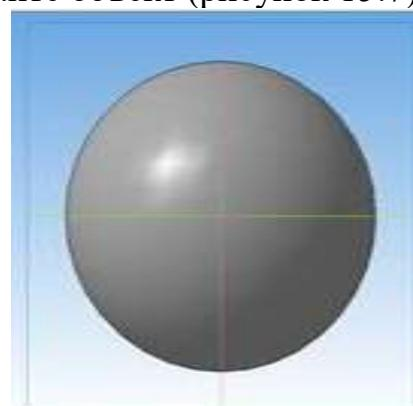

Рисунок 15.7 – Создание шара
13. На панели свойств на вкладке тонкая стенка укажите тип построения тонкой стенки – нет. Создайте объект (рисунок 15.7).